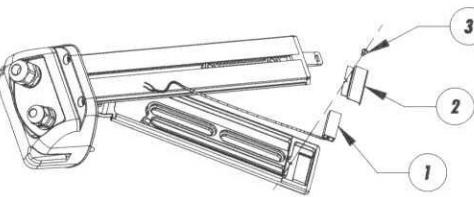
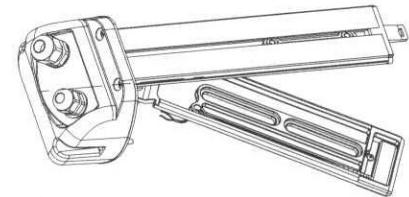

Fig. 1
Fig. 2
- Rimuovere il corpo della custodia svitando le viti poste sul fondo posteriore e far ruotare la slitta interna in modo da permettere il fissaggio in sequenza della resistenza PTC (1), del supporto di fissaggio (2) e la vite di fissaggio (3) (Fig. 1). Posizionare i cavi della resistenza sotto la slitta interna della custodia (Fig. 2).
- Retirer le corps du caisson en dévissant les vis placées sur le fond postérieur et faire pivoter la glissière interne pour permettre la fixation en séquence de la résistance PTC (1), du support de fixation (2) et de la vis de fixation (3) (Fig. 1). Positionner les câbles de la résistance sous la glissière interne du caisson (Fig. 2).
- Remove the housing body by unscrewing the screws on the rear cover plate and rotate the inner slide so that the PTC resistance (1), the fixing support (2) and the fixing screws (3) can be attached in sequence (Fig. 1). Position the resistance cables under the inner slide of the housing (Fig. 2).
- Entfernen Sie den Gehäusekörper durch Abnehmen der Schrauben in der hinteren Abdeckplatte, dann den internen Schlitten drehen, damit sich nacheinander befestigen lassen: Der Widerstand PTC (1), die Halterung (2) und die Befestigungsschraube (3) (Fig. 1). Die Kabel des Heizwiderstandes werden unter dem internen Gehäuseschlitten untergebracht (Fig. 2).